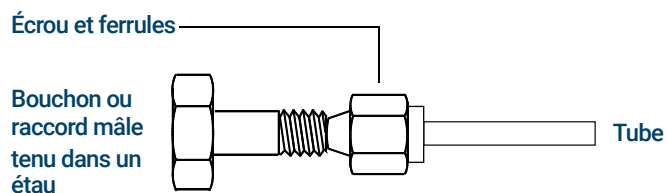

Figure 16. Assembler le raccord
- 3 Poussez le tube dans le raccord mâle en acier inoxydable. Voir la section **Figure 16**.